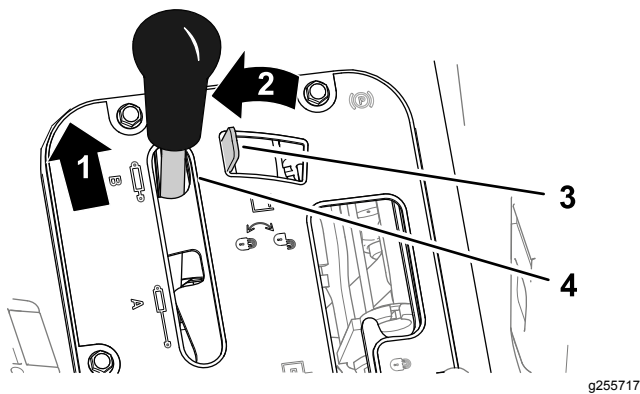
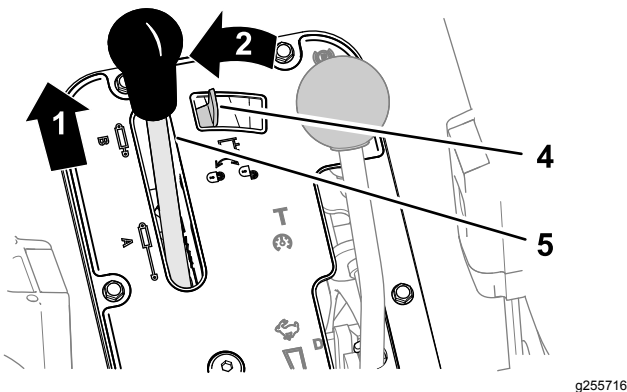

Figure 70
Figure 71
1. Poussez le levier de commande hydraulique vers l'avant (Figure 70 ou Figure 71).
2. Déplacez le dispositif de blocage de la commande hydraulique vers la gauche pour l'enclencher (Figure 70 ou Figure 71).